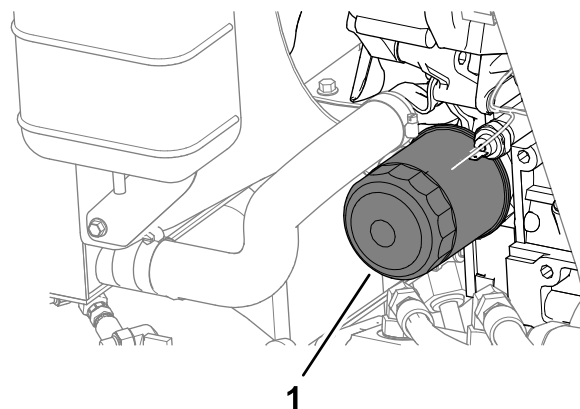

Figure 69
4. Déposez le filtre à huile (Figure 69).